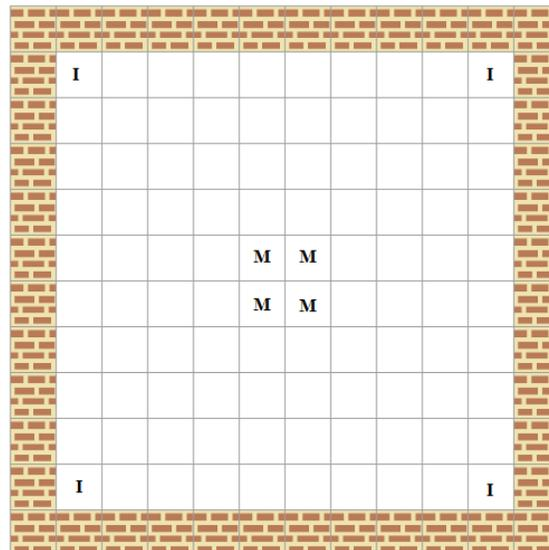

Figura 6. Posible ubicación del inicio y de la meta en el laberinto.
**2.4 Ingreso del robot al laberinto:** El robot hace el ingreso al laberinto a partir de una celdilla de entrada de 61 cm de largo y 30.5 cm de ancho. Un delegado enciende el robot y lo ubica sobre la línea de la celdilla de inicio que lo guía hacia el interior del laberinto, cuya forma se muestra en la figura 4. La celdilla de inicio podrá ser ubicada únicamente en una de las 4 esquinas del laberinto, como se puede ver en la figura 6, en la cual las posibles celdillas de inicio aparecen marcadas con I (Inicio).
**2.5 La meta:** La meta tiene una barrera de  $3.8 \text{ cm} \pm 2 \text{ mm}$  de alto y de  $1.3 \text{ cm} \pm 2 \text{ mm}$  de espesor, que la separa del resto del sendero, formando una especie de depósito. Su ubicación será en una de las cuatro celdas del centro del laberinto, marcadas con el literal M (Meta), como se muestra en la figura 6. La meta estará rodeada por obstáculos en 3 de sus lados y sólo se podrá llegar a ella por el lado libre de obstáculos, como se muestra en la figura 5.
**2.6 Tamaño global del laberinto de competencia:** El laberinto tendrá forma cuadrada de 3.05 m de largo por 3.05 m de ancho (5x5 celdas o 10x10 celdillas), como se muestra en la figura 6.